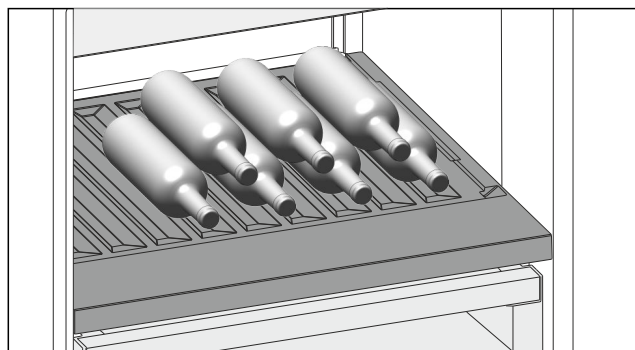

Fig. 104
- Flaschen mit dem Boden nach hinten zur Rückwand einlegen. (siehe Fig. 104)